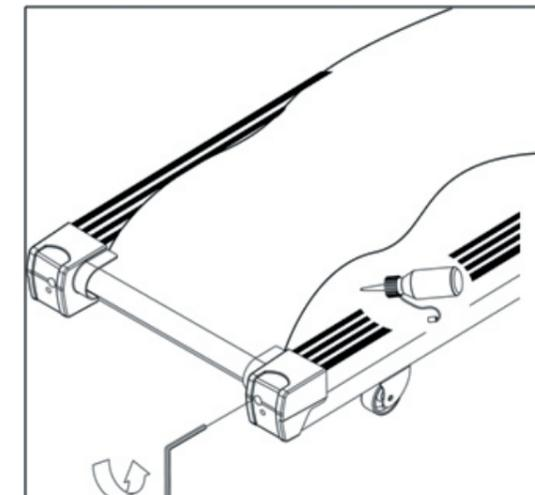

FIG. 17
- ▶ Sollevare il bordo del nastro dal lato sinistro (Fig. 17).